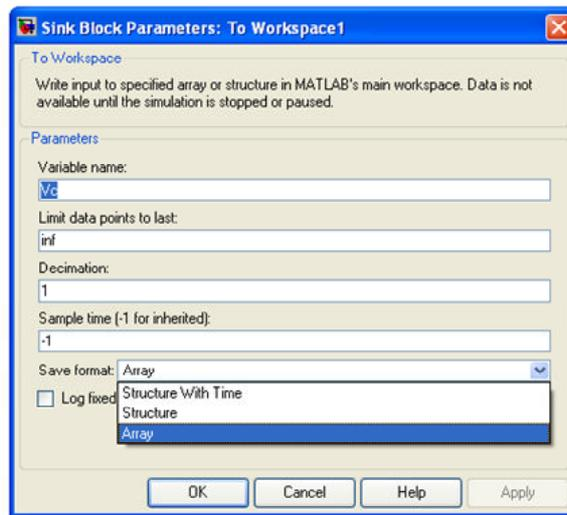

Figura 4.13: Configuración bloque *To Workspace*.
*Workspace* que está dentro de la herramienta *Simulink* y en el subgrupo *Sinks* de la librería de *Simulink*®. Este bloque debe también ser configurado como se muestra en la figura 4.13. Haciendo doble clic en el bloque seleccionado se abrirá la ventana de la figura 4.13. Primero hay que elegir un nombre para la variable que corresponderá con el nombre de la variable en el *workspace*. Esta opción se cambiará en la casilla denominada *Variable Name*. Además deberá seleccionarse la opción *Array* en la casilla *Save format*. A este bloque deben conectarse variables individualmente y estas mismas variables, una vez que se ejecute la simulación, aparecerán en la ventana del *workspace* de la figura 2.1 marcada como *Variables workspace*.